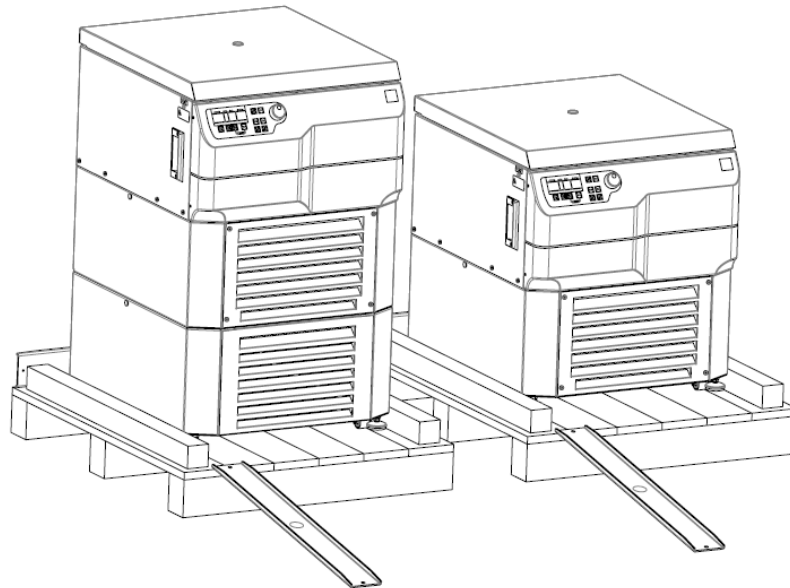

Figura 2
- Retire las barras metálicas fijadas al palet y fíjelas al borde delantero del palet para que puedan utilizarse como rampa (véase la figura 2). Utilice los mismos tornillos y preste atención a que la unión atornillada sea segura.
- Desplace las patas de la centrifuga hacia arriba con la llave de boca suministrada hasta que se encuentre sobre sus rodillos (véase también Figura 2).